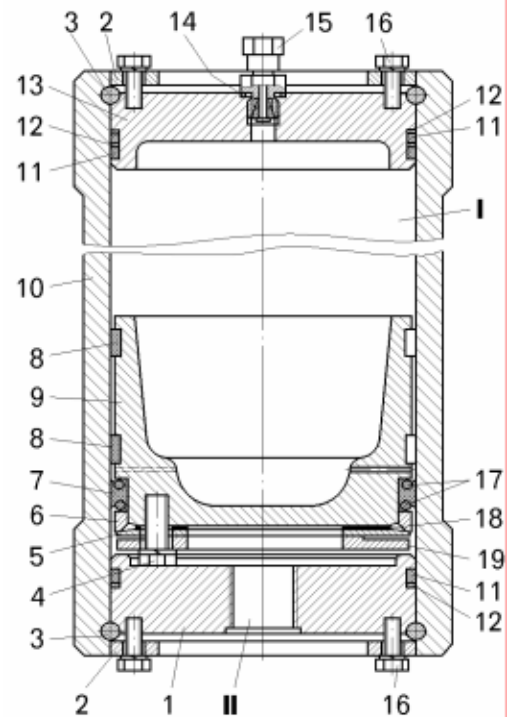

Рисунок 10.7 – Пневмогидроаккумулятор:
- вывернуть заправочный клапан 15 (рисунок 10.7);
- установить на поршень 9 (смотри рисунок 10.7) манжету 7 с уплотнительными кольцами 17, нажимное кольцо 6, регулировочные прокладки 18, пружину 5, прижимной диск 19 и завернуть болты 4 до упора. Диаметр манжеты 7 по отогнутым кромкам должен быть 167,0 – 167,3 мм для обеспечения необходимого натяга между корпусом и манжетой.